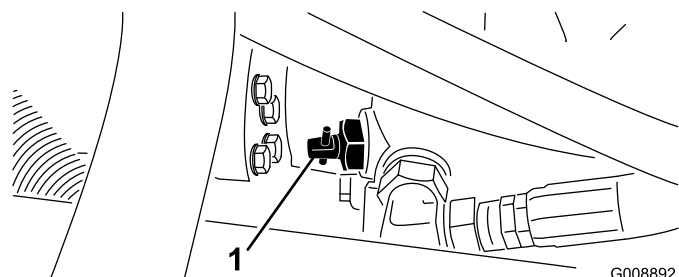

図 27
1. 油圧ポンプについているバイパスバルブ (図 27) を90° 回転させる。